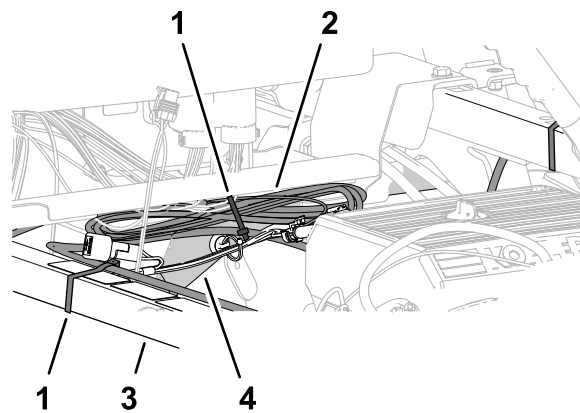

Bild 213
2. Fluchten Sie den Datenkabelbaum mit dem Stützrohr des Stoßdämpfers aus und befestigen Sie den Kabelbaum mit einem Kabelbinder am Rohr (Bild 213).
3. Fluchten Sie das Datenkabelbaum mit dem rechten, oberen Rahmenrohr aus und befestigen Sie das Kabelbaum mit einem Kabelbinder am Rahmenrohr (Bild 213).
1. Bündeln Sie die überflüssige Länge des Datenkabelbaums am rechten, oberen Rahmenrohr (Bild 213).